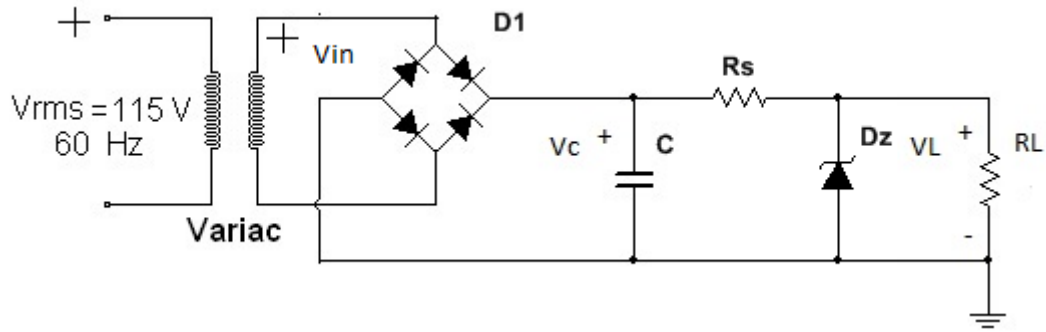

Figura 4
B. Dado el circuito de la figura 4, determine el valor de la resistencia de protección R_s , en función de la I_z max de trabajo, que usted calcule, para que el zener opere en el rango del voltaje V_c :